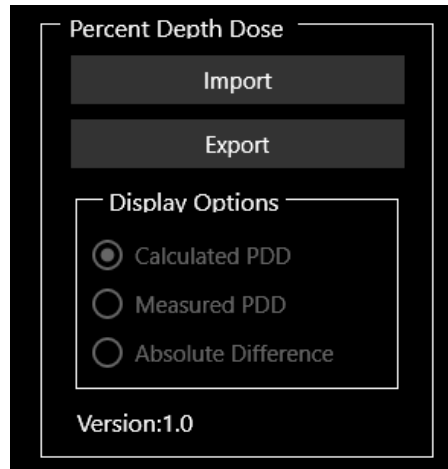

Figure 10.10 : Boîte de dialogue PDD
3. Examinez les données de pourcentage de rendement en profondeur de dose (PDD) (consultez la Figure 10.10).